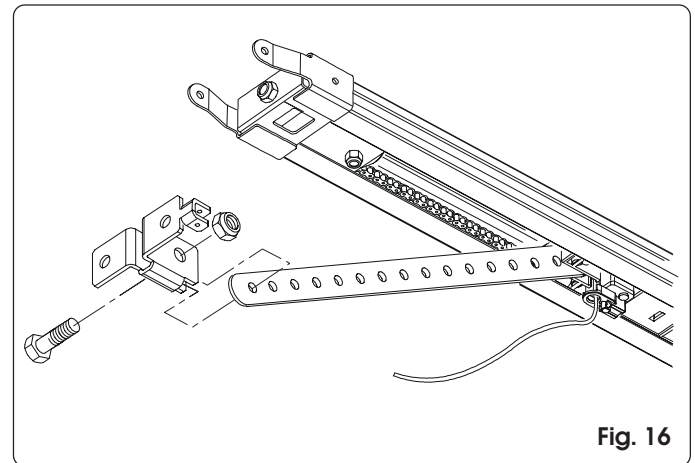

Fig. 16
- 1) Unir el empalme con la varilla del carro (fig. 16). Cuando se utiliza el desbloqueo desde afuera, el enganche se debe colocar en la puerta con el pasador de desbloqueo hacia la izquierda (figs. 16 y 17).